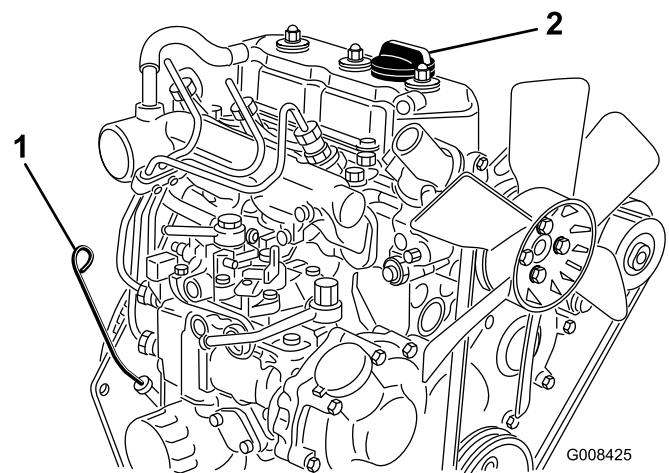

Figura 29
2. Retire la varilla y límpiela con un paño limpio (Figura 29). Introduzca la varilla en el tubo asegurándose de que entre a fondo. Retire la varilla del tubo y verifique el nivel de aceite. Si el nivel de aceite es bajo, retire el tapón de llenado de la cubierta de la válvula y añada **lentamente** suficiente aceite para elevar